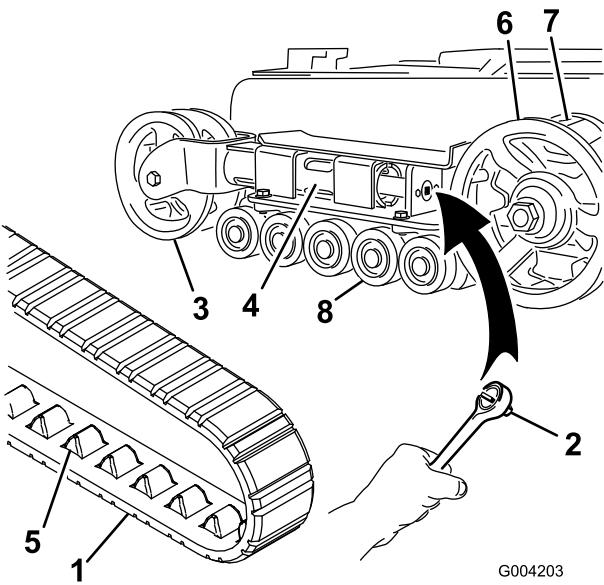

Figure 46
4. À l'aide d'une clé à douille de 13 mm, tournez la vis de tension dans le sens horaire pour détendre la transmission (Figure 45 et Figure 46).
5. Poussez la roue de tension vers l'arrière de la machine pour appuyer le tube de tension contre le cadre (Figure 46). (S'il ne touche pas le cadre, continuez de tourner la vis de tension jusqu'à ce qu'il le touche).
7. Lorsque la chenille est déchaussée, retirez-la du pignon d' entraînement et des galets de roulement (Figure 46).
8. Pour installer la chenille neuve, commencez par l'enrouler autour du pignon, en veillant à ce que les crampons s'engagent correctement entre les dents du pignon (Figure 46).
9. Poussez la chenille sous et entre les galets de roulement (Figure 46).
6. Placez le chapeau de galet de roulement sur la tête du boulon (Figure 46).
7. Fixez le chapeau avec le circlip (Figure 46).